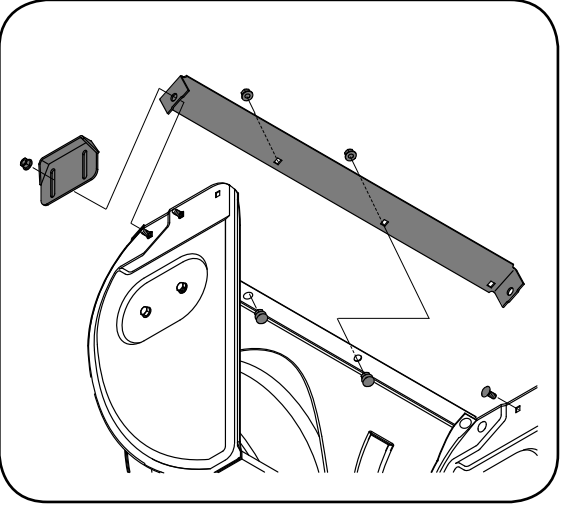

Figure 18A - Patin ordinaire
2. Remontez les nouveaux patins avec les boulons ordinaires (deux sur chaque côté) et les contre-écrous à embase. Voir les Figures 18A ou 18B.